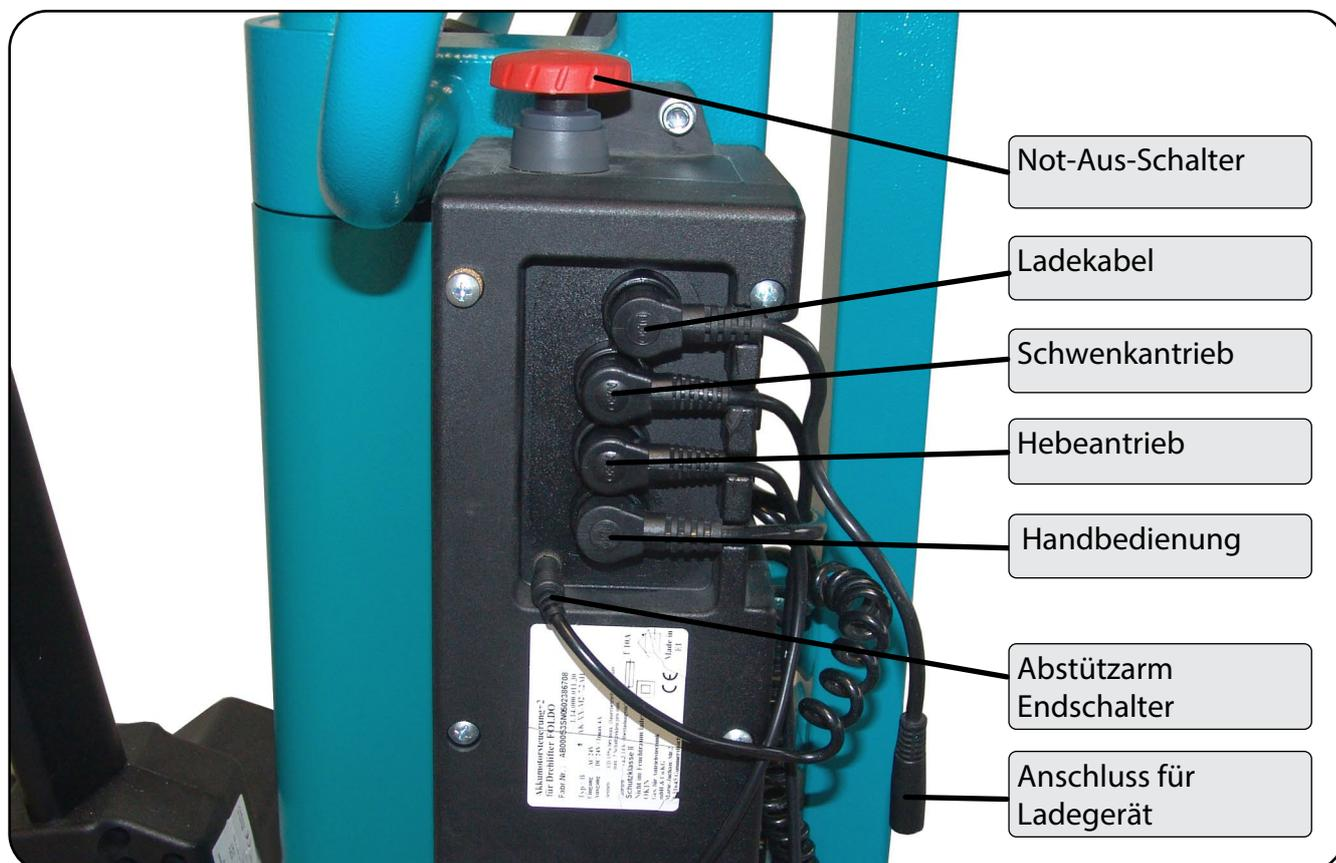
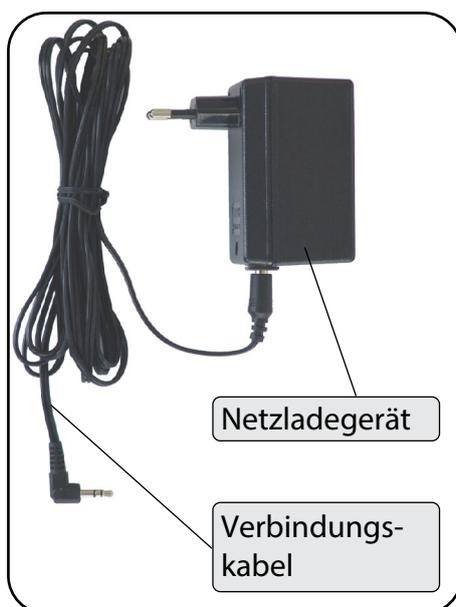

Abbildung 31
Abbildung 33
1. Überprüfen Sie die Anschlüsse an der Steuereinheit des Patientenlifters nach Abbildung 31.
3. Entriegeln Sie den Not-Aus-Schalter (Abbildung 31/39), falls er gedrückt ist, durch Verdrehen im Uhrzeigersinn.
Verbinden Sie das Netzladegerät (Abbildung 33) mit dem Ladekabel an der Steuereinheit (Abbildung 31) durch das Verbindungskabel. Stecken Sie nun das Netzladegerät in eine Netzsteckdose mit einem Anschlusswert von 230 V / 50 Hz ein.